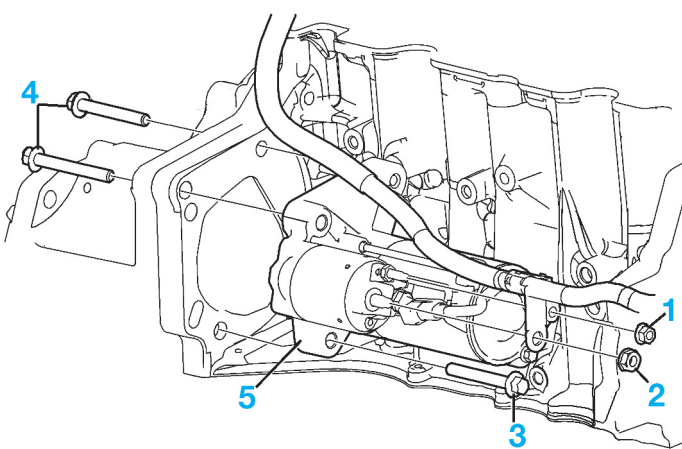

Fig.7
- l'écrou de fixation (1) du connecteur de câble de commutateur d'allumage à solénoïde de démarrage (Fig.7).
- l'écrou de fixation (2) du connecteur de câble de batterie à solénoïde de démarrage.
- les vis de fixation inférieure du démarrage (3).
- les vis de fixation supérieure du démarrage (4).
- le démarrage (5).